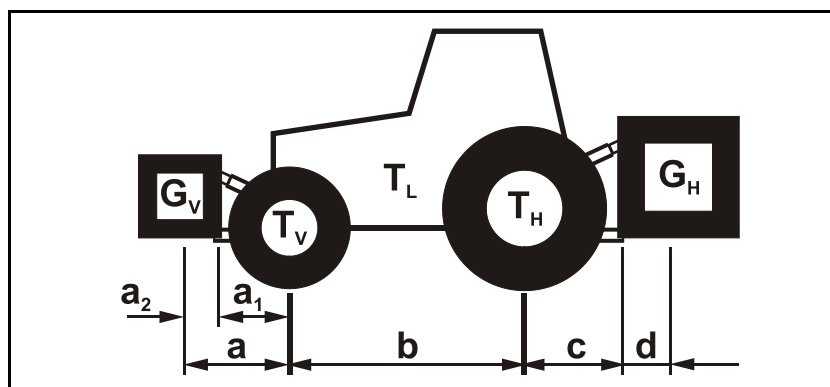

Bild 56
2. Skruva ut stoppskruven (Bild 56/1) på skyddstratten.